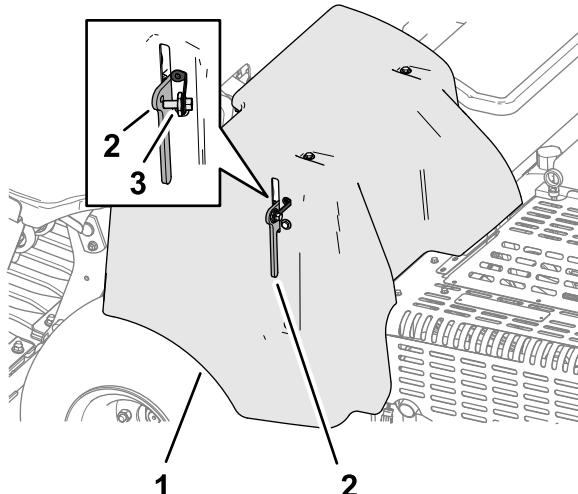

図 130
1. CE向けベルトカバーラッチ用ランヤードが付いている場合は、ランヤードのボルトをゆるめてカバーラッチから外す図 130。